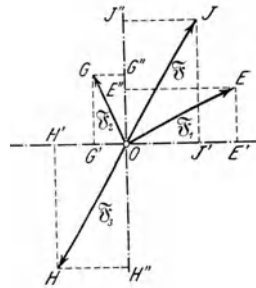

Fig. 32.
v) Ziehe in dem Lagebild (Fig. 32), das bei Versuch (n) erhalten wurde, durch den Punkt  $O$  ein rechtwinkliges Achsenkreuz. Lote die Endpunkte der Kraftpfeile  $\mathfrak{F}_1$ ,  $\mathfrak{F}_2$ ,  $\mathfrak{F}_3$  und  $\mathfrak{F}$  auf das Achsenkreuz und zerlege so diese Kräfte in die Seitenkräfte